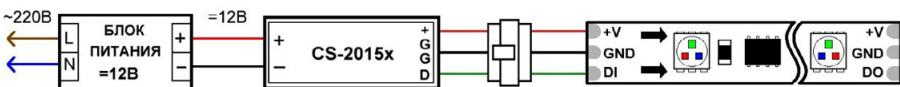
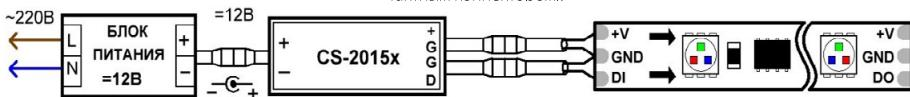

Рис.1. Схема подключения одной светодиодной ленты с напряжением питания 12В (для контроллера с общим трехконтактным коннектором).
Рис.2. Схема подключения одной светодиодной ленты с напряжением питания 12В (для контроллера с раздельными коннекторами питания и управления).
- 3.2. Подключите светодиодную ленту «Бегущий огонь» к выходу контроллера в соответствии со схемами Рис.1 или Рис.2, в зависимости от используемого контроллера и светодиодной ленты. Назначение выходов контроллера и цветовая маркировка приведены в таблице.